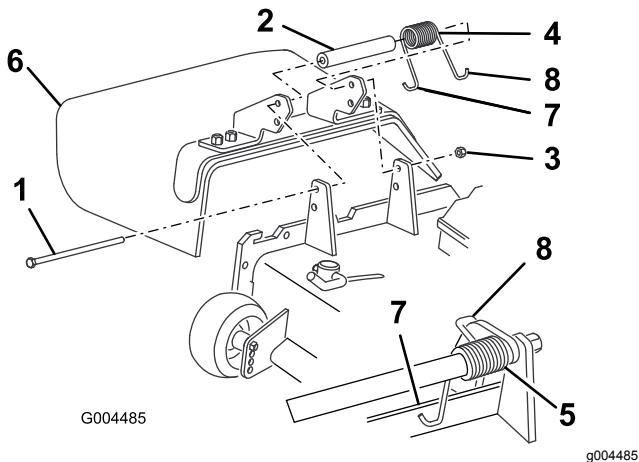

Figura 100
- Retire a porca de bloqueio, o parafuso, a mola e o espaçador que fixam o defletor aos apoios de articulação (Figura 100).
3. Coloque a anilha e a mola entre os suportes de substituição do defletor de relva (Figura 100).
Nota: Certifique-se de que a extremidade esquerda em ganho J da mola está por trás da extremidade da plataforma antes de colocar o parafuso como se mostra na Figura 100.
Nota: Coloque a extremidade em ganho J da mola em torno do defletor de relva (Figura 100).